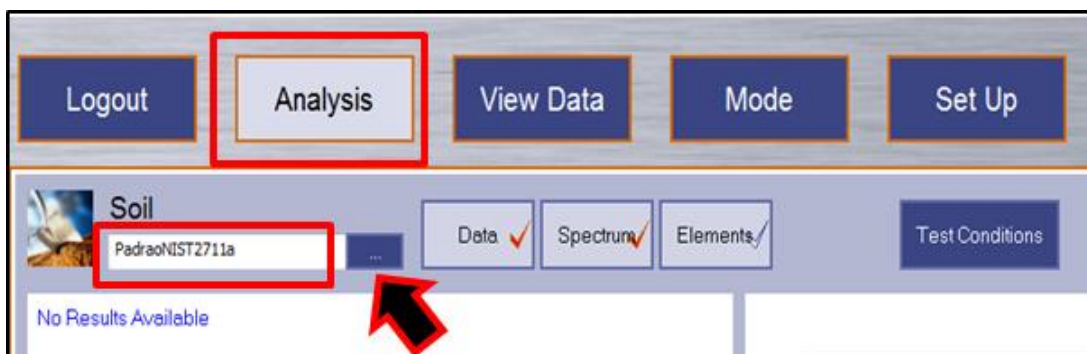
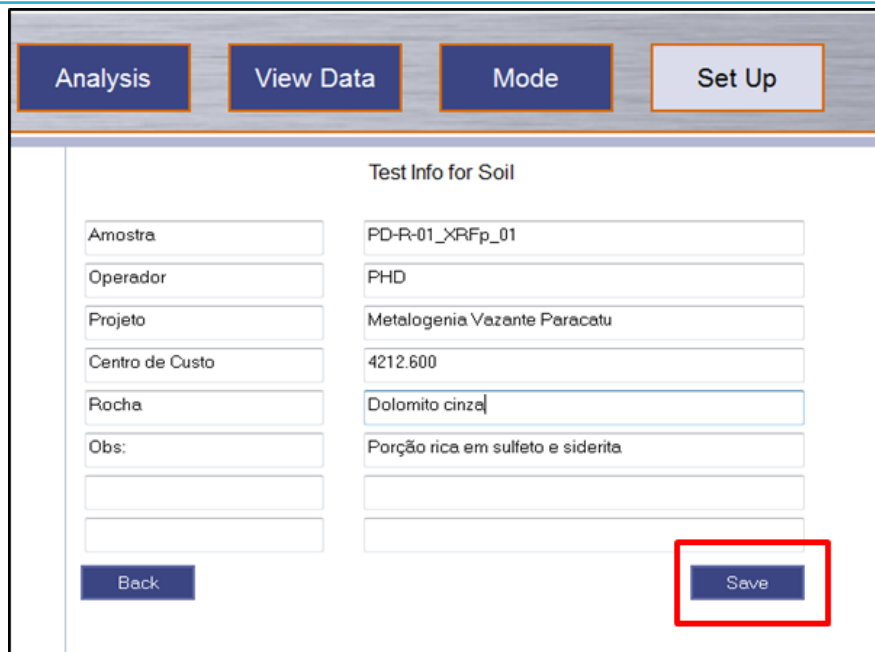

Figura 24 – Imagem mostrando local para inserir numeração da amostra.
Figura 25 – Imagem mostrando tela de preenchimento das informações da amostra a ser analisada.
- Após selecionar a análise clique no ícone *Analysis* (Figura 24). Caso queira configurar a análise em relação ao tempo dos feixes, dados da amostra, etc. (RECOMENDADO) consulte o Capítulo 7.
- Insira o nome da amostra (Figura 24) (ver Capítulo 3). Para informar outros dados da amostra a ser analisada click nos “...” (três pontos) (Figura 24) e preencha os campos predefinidos nas configurações. Clicar em Save e volte para *Analysis* (Figura 25).